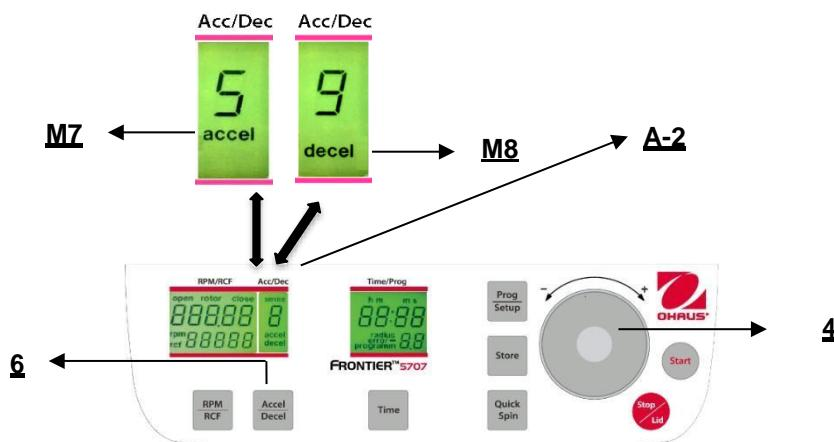

Abbildung. 18
Diese Funktion wird durch die Taste "Accel/Decel" (6) aktiviert (siehe Abbildung 18).